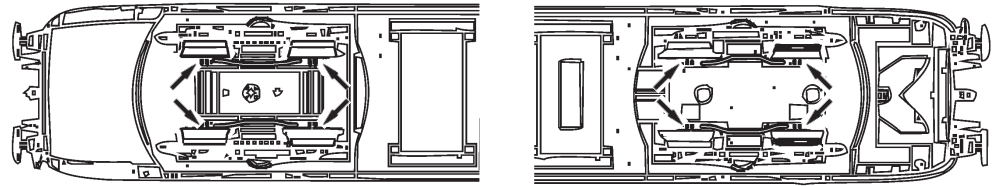

Fig. 7
**3. Haftreifenwechsel:** Zuerst den Getriebedeckel abnehmen (Fig. 7). Danach den **Radsatz** herausnehmen und die **Haftreifen** mit einer Nadel od. mit einem feinen Schraubendreher abziehen (Fig. 7). Beim Aufziehen der neuen Haftreifen darauf achten, dass diese sich nicht verdrehen.
**3. Change of traction tyre:** Remove the gear cover (fig. 7). Take out **wheel set** and remove **traction tyre** using a pin or a fine screwdriver (fig. 7). When pressing on the new traction tyre please **avoid twisting it**.
**3. Échange des bandages d'adhérence:** Démontez d'abord **le couvercle du carter des engrenages** des engrenages (fig. 7). Délogez ensuite les essieux bandagés et enlevez, à l'aide d'une aiguille ou d'un tourne-vis fin, les bandages d'adhérence (fig. 7). Lors du montage des nouveaux bandages veuillez veiller à ce que les bandages **ne soient pas tor-dués**.